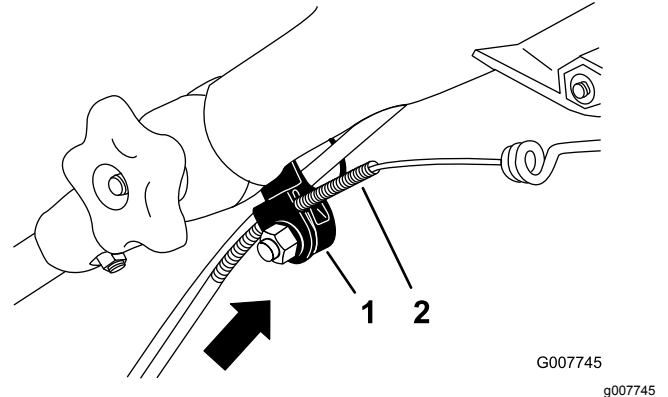

Figura 24
**Nota:** Posizionando un righello contro il lato superiore dell'attacco nero del cavo è possibile misurare di quanto si sposta l'estremità superiore della guaina del cavo (Figura 24).